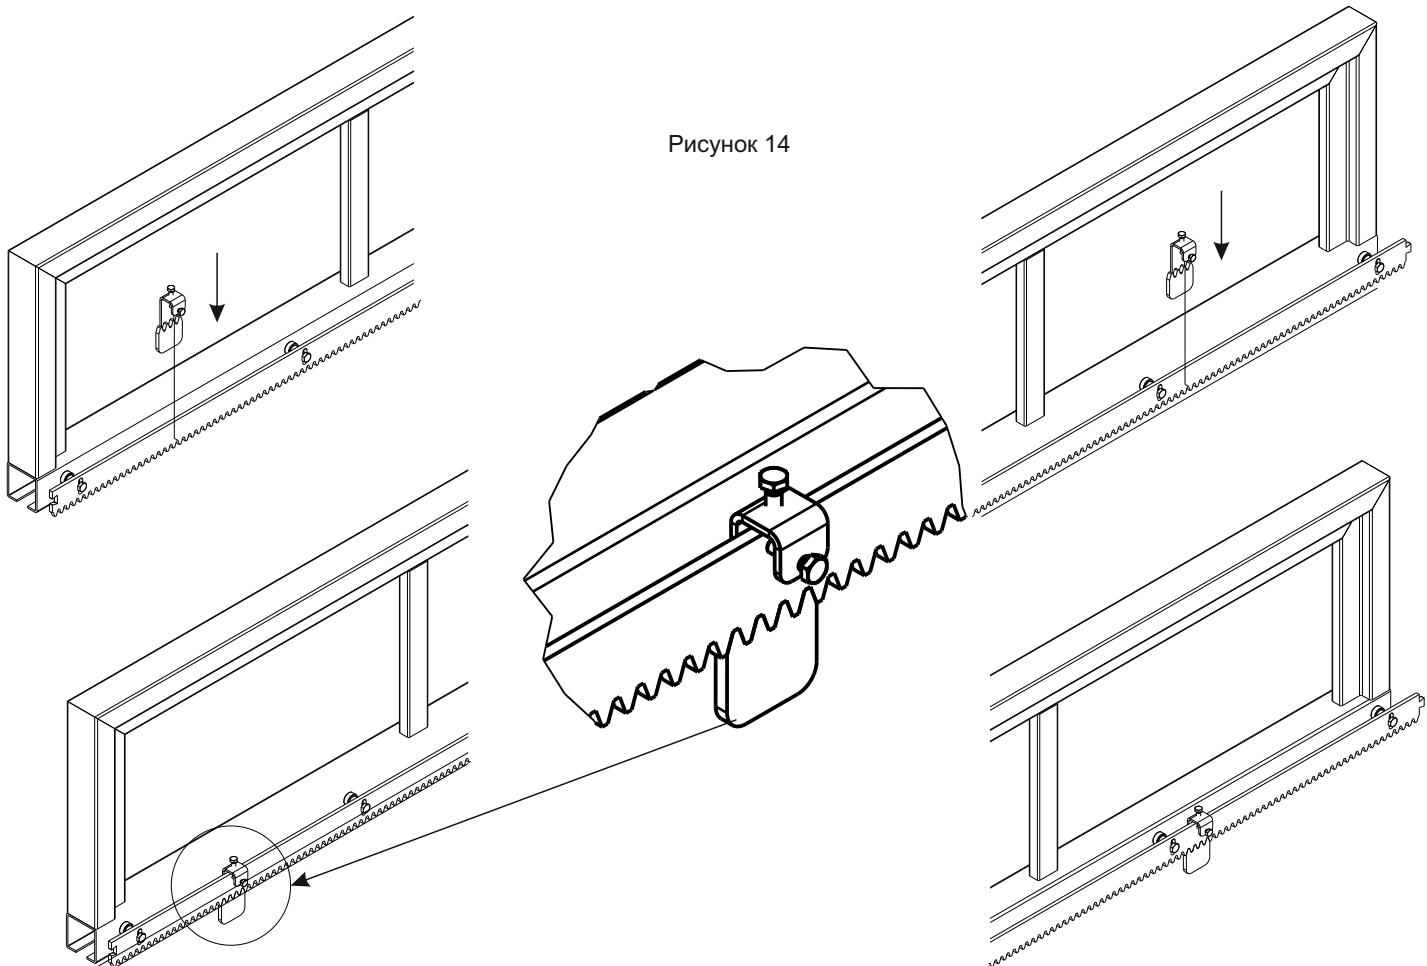

Рисунок 14
**4.14. Установить упоры на зубчатую рейку на стреле шлагбаума (Рисунок 14).